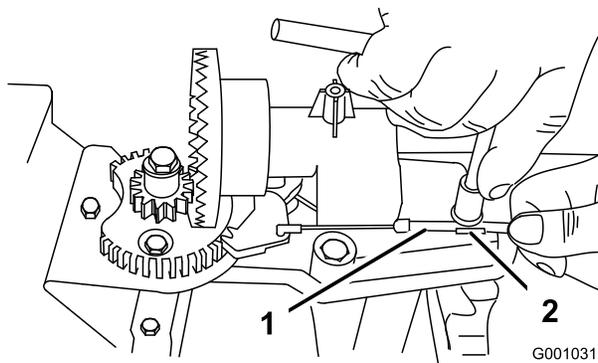
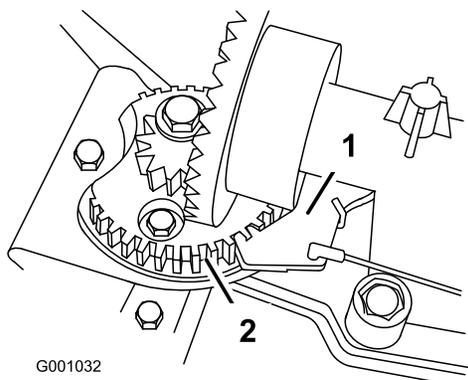

Рисунок 48
Рисунок 49
- Ослабьте затяжку болта на хомуте кабеля (Рисунок 48).
- Захватите кабельный трубопровод и перемещайте его по направлению к передней части машины до тех пор, пока фиксатор желоба не войдет полностью в зацепление с зубчатой передачей редуктора (Рисунок 48 и Рисунок 49).
**Примечание:** Фиксатор подпружинен, и под действием пружины стремится войти в зацепление с шестерней редуктора (Рисунок 49).